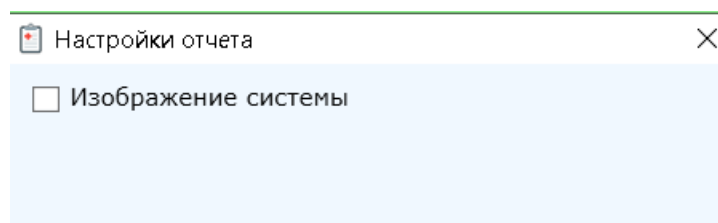

Рисунок 21 – Настройка отчета
- Режим «**Настройки отчета**» позволяет вывести в отчёт изображение системы из карточки пациента с маркерами области, в которой производилось обследование, а также настроить колонтитулы отчёта (рисунок 21).